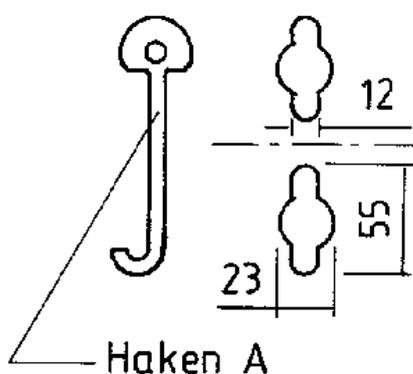
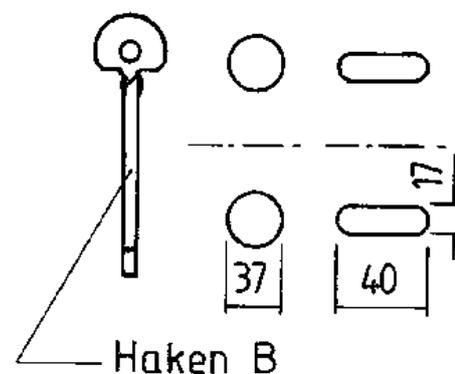

Abb. 2
Abb. 3
Deux crochets sont nécessaires pour soulever chaque couvercle. Le crochet A convient pour les ouvertures rondes avec une fente des deux côtés (fig. 2) et le crochet B pour les ouvertures rondes ou les trous oblongs (fig. 3).
- Après avoir déposé le cadre, le levier de fermeture (5) s'enclenche sous le profilé en U (6) et le grappin peut être soulevé à vide. Si le levier de fermeture ne s'enclenche pas, appuyer sur le levier de serrage (4) avec la main.
- Vérifiez d'abord si les crochets A ou B s'insèrent dans les ouvertures et s'ils saisissent bien le couvercle (fig. 2 et 3). Si ce n'est pas le cas, il faut utiliser des crochets spéciaux.